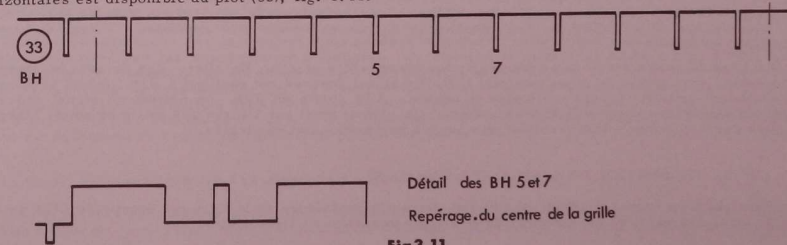

Fig 3.11
Cette combinaison permet, à une ligne près, d'obtenir le même espace entre le bord supérieur de l'image et la première barre qu'entre la dernière barre et le bord inférieur. On obtient, ainsi, douze barres horizontales, dont une dans la suppression trame, soit onze barres visibles. Le signal barres horizontales est disponible au plot (33), fig. 3.11.